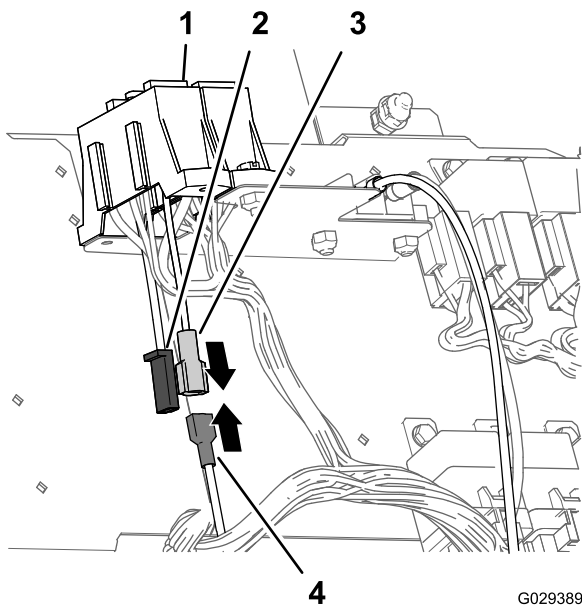

图20
1. 对于保险丝盒中带有刀形连接接头的机器，将修整组件线束的刀形接头连接至机器保险丝盒的插槽接头（图20）。